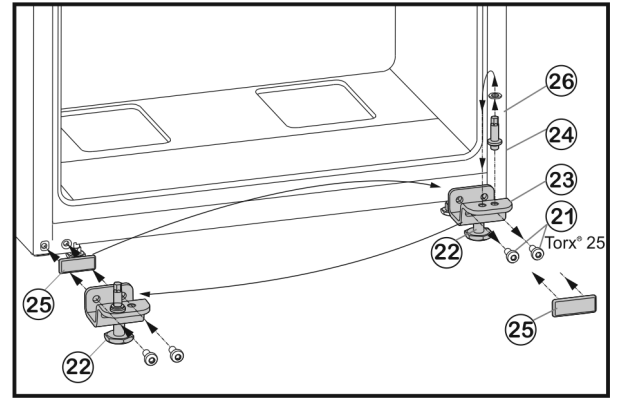

Fig. 8
- ▶ Befestigungsschrauben Fig. 8 (21) abschrauben.
- ▶ Lagerbock unten Fig. 8 (23) komplett mit Lagerbolzen Fig. 8 (24), Scheibe Fig. 8 (26) und Stellfuß Fig. 8 (22), abnehmen.
- ▶ Lagerbolzen Fig. 8 (24) komplett mit Scheibe Fig. 8 (26) abschrauben, in das gegenüberliegende Aufnahmeloch des Lagerbocks umsetzen und wieder festschrauben.
- ▶ Abdeckplatte Fig. 8 (25) vorsichtig abnehmen und auf die Gegenseite umsetzen.
- ▶ Lagerbock unten Fig. 8 (23) komplett, mit Lagerbolzen Fig. 8 (24), Scheibe Fig. 8 (26) und Stellfuß Fig. 8 (22) auf der neuen Scharnierseite ggf. mit Hilfe eines Akkuschraubers **fest (mit 4 Nm)** wieder anschrauben.
- ▶ Tür von oben auf Lagerbolzen Fig. 8 (24) aufsetzen.
- ▶ Stellfuß Fig. 8 (22) am Lagerbock unten Fig. 8 (23) herausdrehen, bis er auf dem Boden aufliegt.